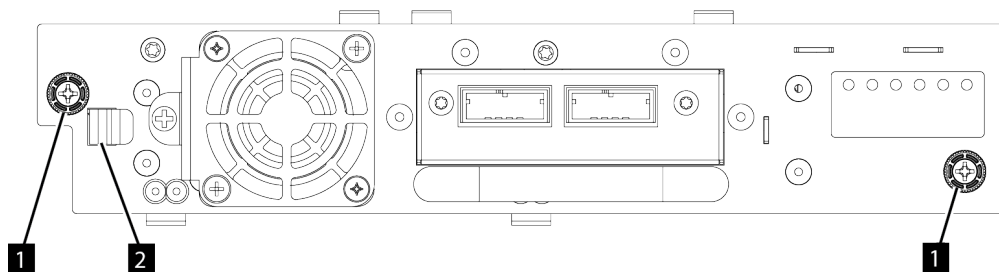

Abbildung 61. Laufwerk entriegeln
- Lösen Sie die blauen Rändelschrauben (1 in Abbildung 61 auf Seite 146) am Bandlaufwerk. Drücken Sie den Feststellhebel (2 Abbildung 61 auf Seite 146) nach rechts und ziehen Sie den Bandlaufwerkgriff gerade zurück, während der untere Teil des Laufwerks von der Einheit entfernt wird, um ihn zu entfernen.